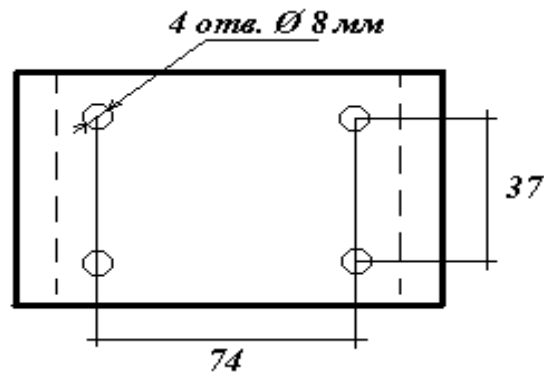

Рис. 3 – Крепежная площадка МПП «Гарант-5»
5.3 Закрепить крепёжную(ые) площадку(и) модуля(ей) в соответствии с определёнными местами (по п.5.2). Координаты отверстий для крепления модулей «Гарант-5» показаны на рис. 3.